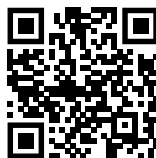

Fig. 94
- ▶ Öffnen sie das Liebherr SmartMonitoring Dashboard. (siehe Fig. 94)